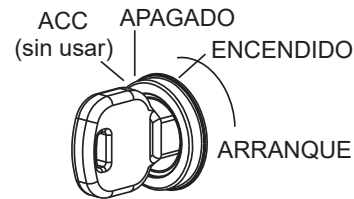

Figura 18. Interruptor de encendido y llave
2. Inserte la llave de encendido en el interruptor de encendido (Figura 18).